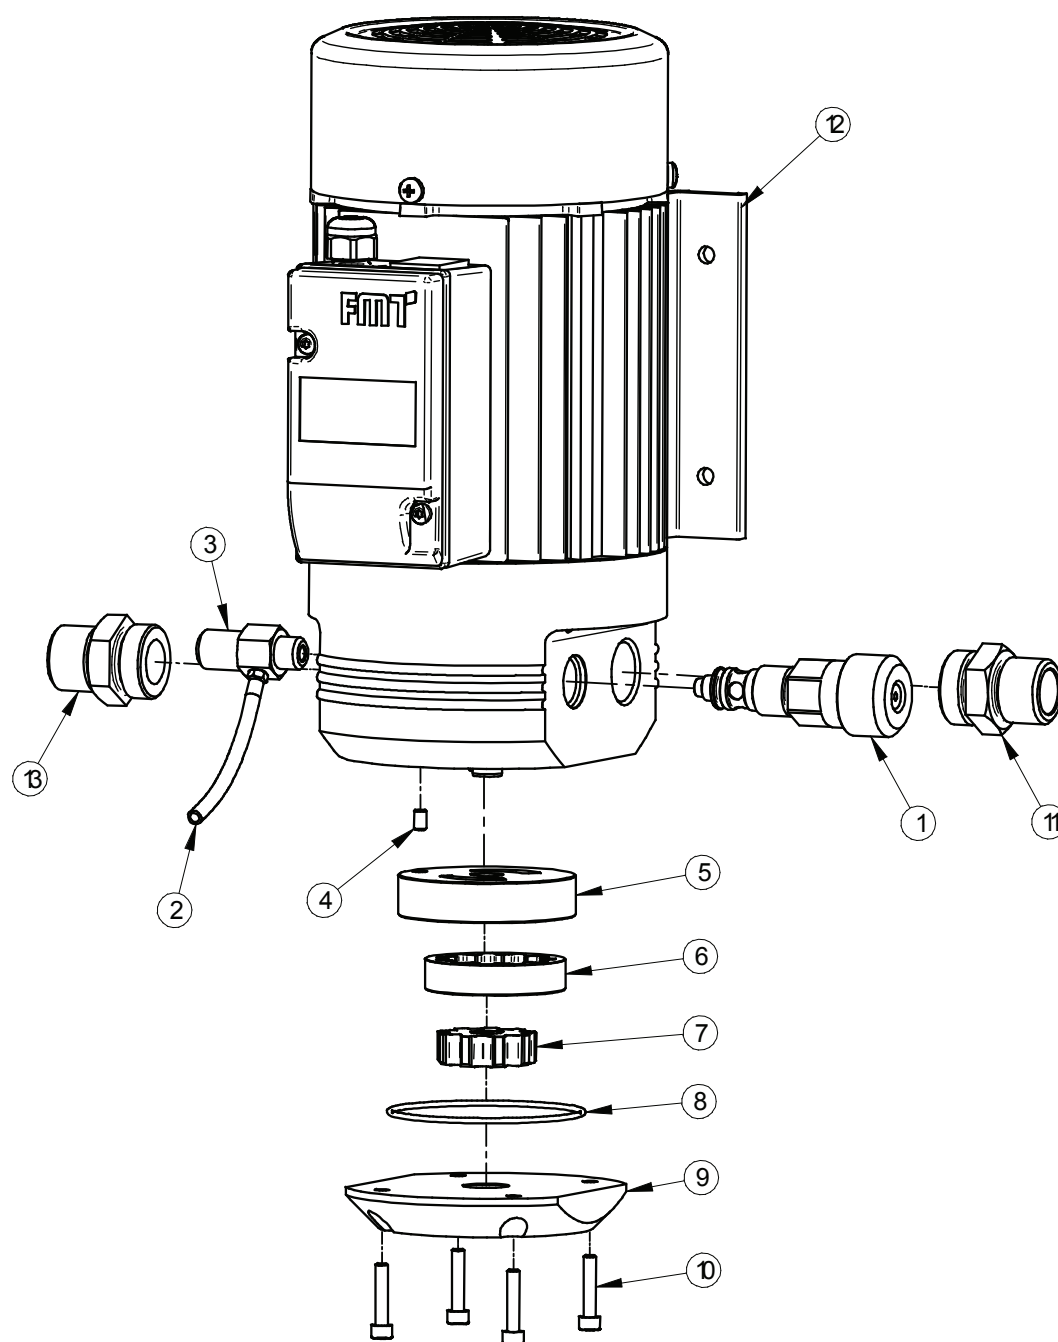

Fig. 12-1: Vista explodida da bomba de óleo
- Coloque a mangueira de exaustão (fig. 12-1, pos. 2) num vaso colector adequado.
- Com uma chave de fenda, abrir lentamente o parafuso de exaustão (fig. 12-1, pos. 3) girando de uma até no máx. duas voltas.
- Para isso, utilize a porca serrilhada (fig. 12-1, pos. 1).
Tab. 12-1: Legenda para fig. 12-1